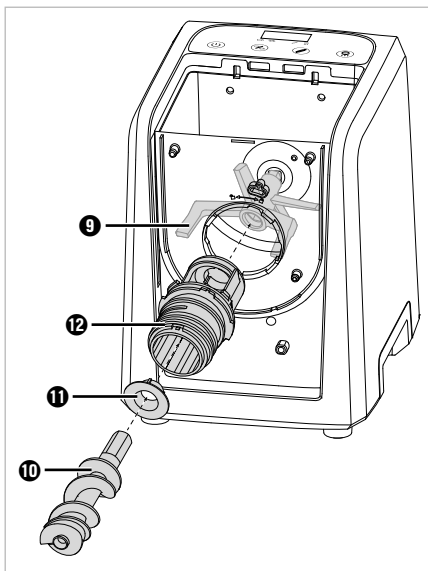
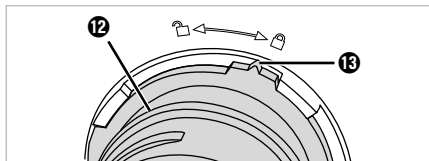

Fig. 3
Fig. 4
- 4) Introduzca el cojinete **11** en el extremo del soporte **12** de forma que las tres pestañas del cojinete **11** encajen en los alojamientos del soporte **12** (**fig. 3**).
- 5) Monte el soporte **12** en el recipiente para la masa **15**. Para ello, introduzca el extremo estrecho del soporte **12** por el orificio redondo del recipiente para la masa **15** (**fig. 3**). El soporte **12** solo puede introducirse en una posición por el orificio: con la marca **13** apuntando hacia el símbolo  del recipiente para la masa **15**. Para fijarlo, gire el soporte **12** en sentido horario hasta que la marca **13** del soporte **12** apunte hacia el símbolo  (**fig. 4**):
- 6) Tras esto, introduzca el extremo estrecho del eje de amasado **10** a través del soporte **12** de forma que se inserte en el alojamiento de los ganchos de amasado **9** (**fig. 3**). En caso necesario, meta la mano desde arriba en el recipiente para la masa **15** y mueva un poco los ganchos de amasado **9** hasta que pueda insertar el eje de amasado **10**.